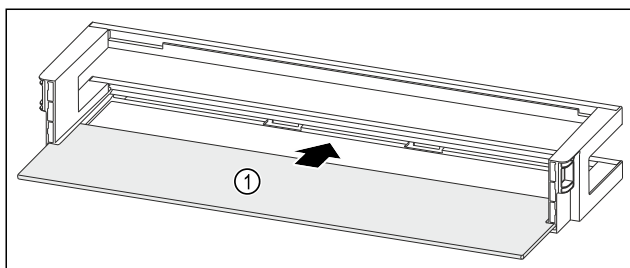

Fig. 94 Balconnet de contre-porte avec tablette de rangement
- Insérer la tablette de rangement Fig. 94 (1) dans les évidements latéraux.